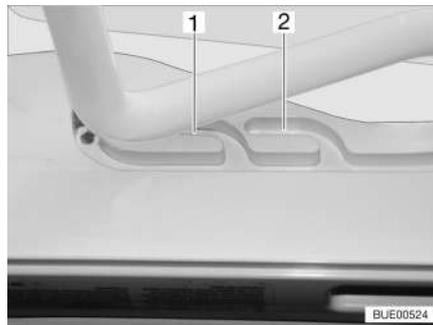
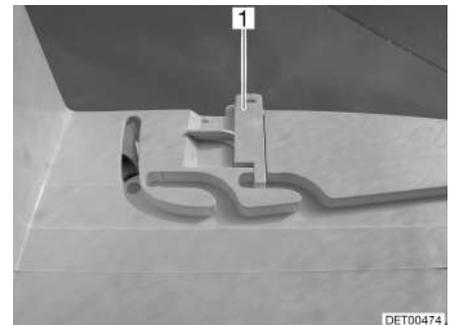

Fig. 25 Claraboya Heki en posición de ventilación
Fig. 26 Bloqueo de la posición de ventilación
La claraboya Heki se puede colocar en dos posiciones de ventilación: Posición de mal tiempo (Fig. 25,1) y posición mediana (Fig. 25,2). Según el modelo, la claraboya podrá ser bloqueada en la posición central con los dos pestillos (Fig. 26,1) a la izquierda y la derecha en el marco de la claraboya.
- Presionar el estribo ligeramente hacia arriba y empujarlo en la guía seleccionada (Fig. 25,1 ó 2) y, si fuera necesario, bloquearlo.